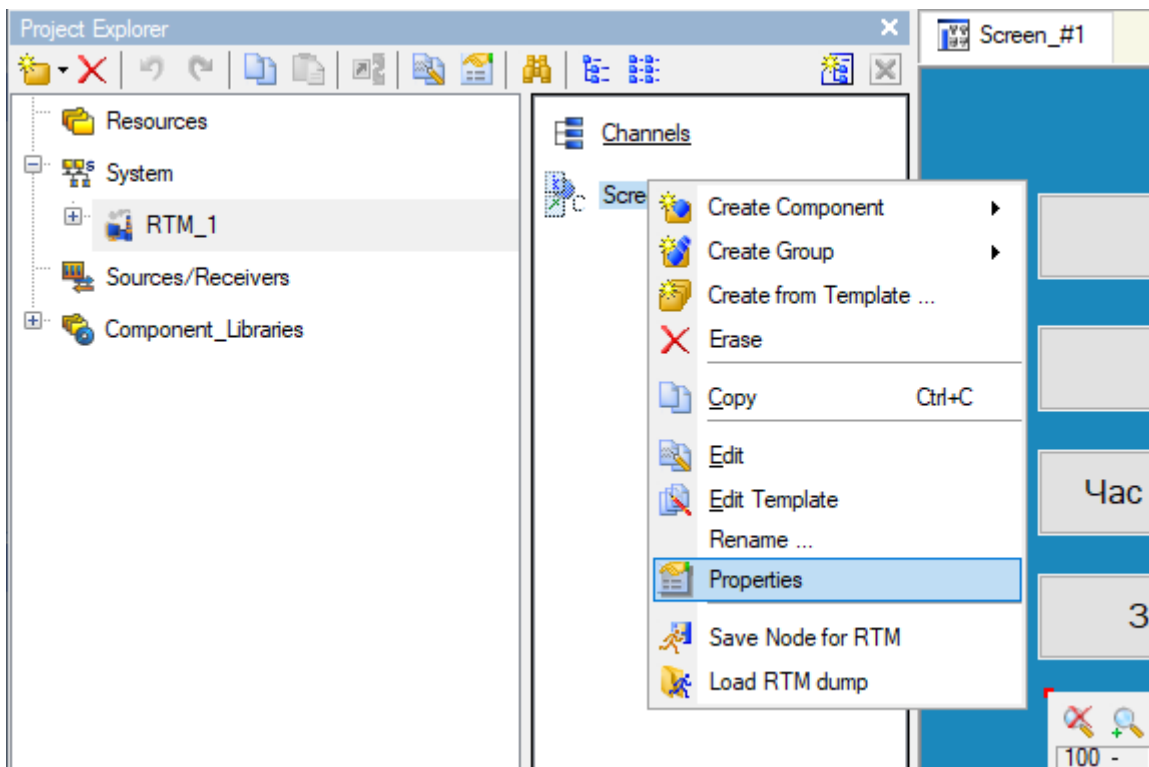

Рисунок 3 – Вибір меню **Властивості** екрана
1.3 Створити за аргументами шаблону екрана нові канали та відредагувати їхню прив'язку. У шарі **System** (Система) відкрити вузол **RTM_1** та за допомогою ПК на компоненті **Screen_#1:1** (Екран_#1:1) вибрати через контекстне меню пункт **Properties** (Властивості) (рис. 3).